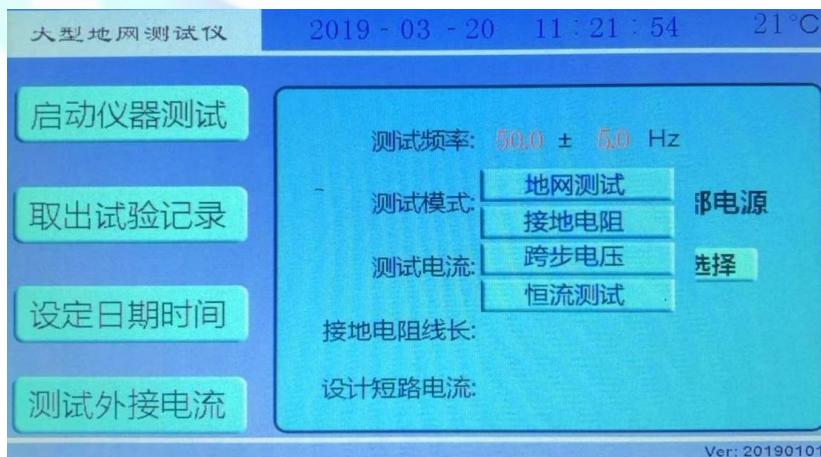

图 6 测试模式选择
2) 测试模式：**地网测试**。此处为下拉菜单（参考图 6）